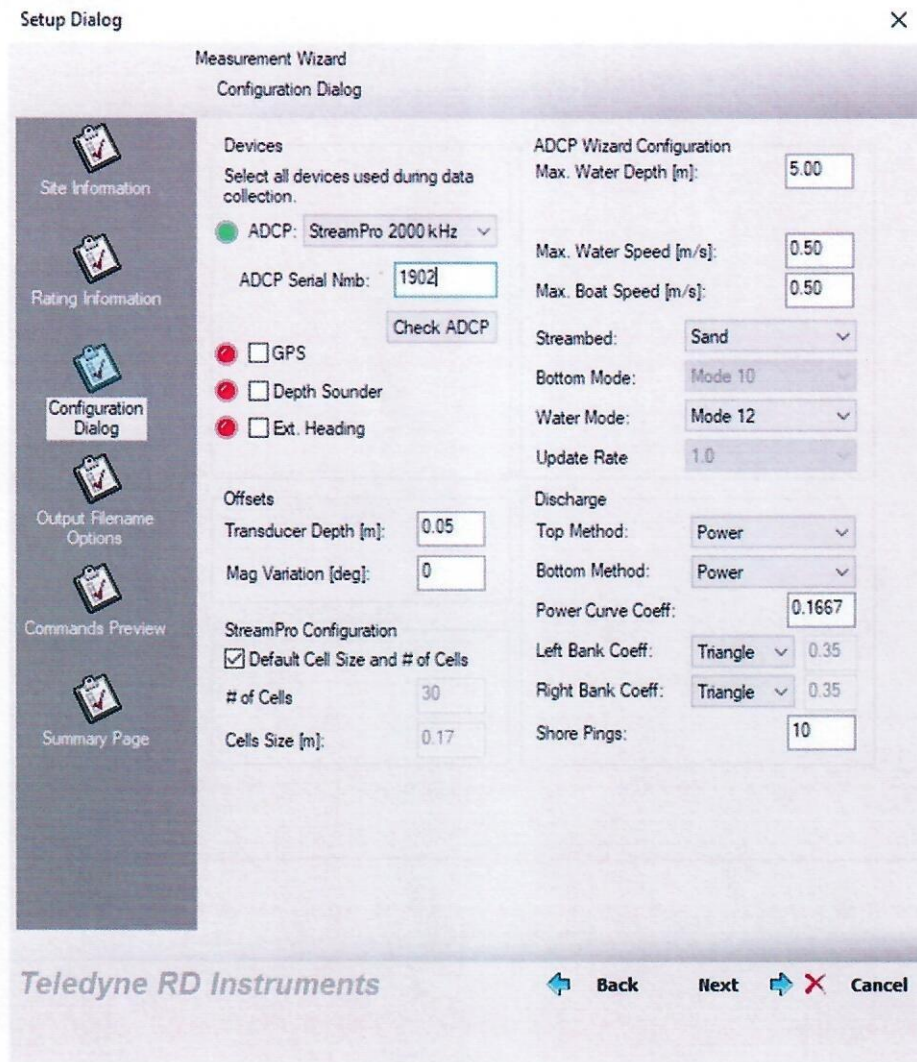

Fig. 11
- Completăm câmpul Transducer Depth (m), întotdeauna valoarea de 0.05. (fig. 11).